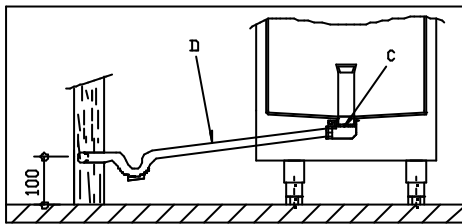

Fig. 5
- Fijar la manguera de desagüe (D) al desagüe (C) como se indica en la Fig.5. Asegurándose que no haya obstáculos a lo largo del mismo, y de que el tubo de descarga resista una temperatura de 75°C .
- Colocar un tubo sifón (T) para evitar malos olores.